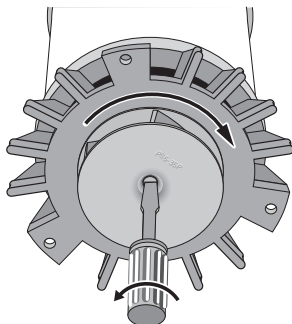

Figure 9
4. Tenir l'axe du moteur avec un tournevis et dévisser la turbine tel qu'illustré (figure 9). La turbine a un filetage de gauche, donc elle se desserre vers la droite (↺).